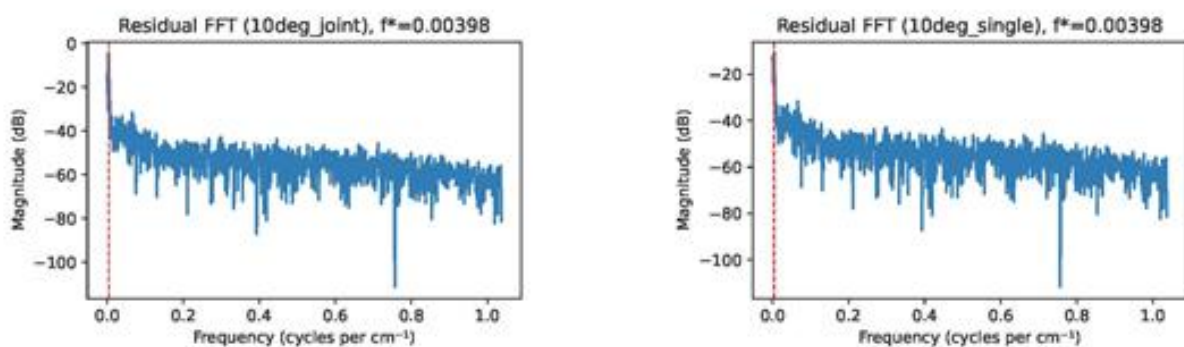
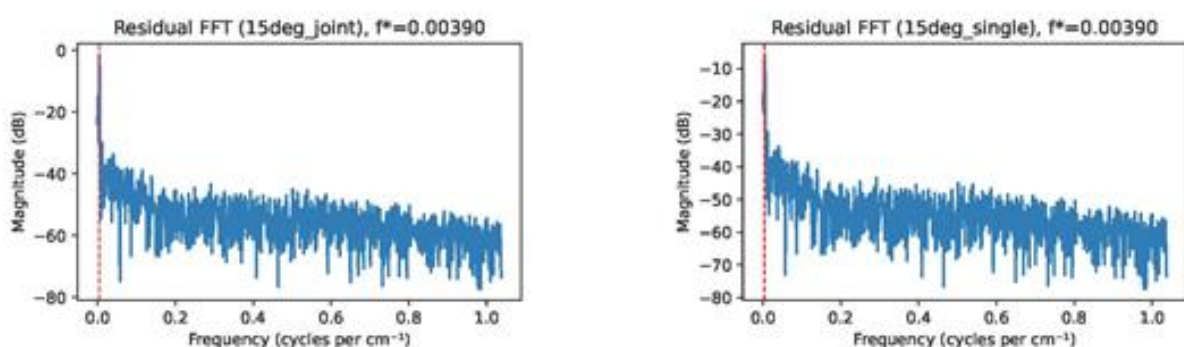

图 16 SiC 10° 联合拟合、单角拟合残差频谱图
图 17 SiC 15° 联合拟合、单角拟合残差频谱图
2. 频域残差分析 通过对残差进行快速傅里叶变换 (FFT)，从图 16和图 17中可以看出在干涉条纹主频 f^* 附近未出现显著峰值，且相对主峰低至少 15 20 dB。残差频谱在高频区快速衰减，未表现出周期性结构，符合白噪声特征。联合拟合的残差谱幅度整体低于单角拟合，进一步验证了模型拟合的充分性与可靠性。